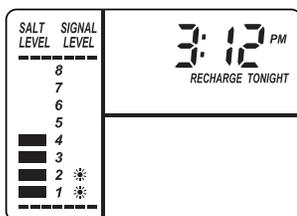

FIG. 24
2. La escala de nivel de sal, en el depósito de salmuera dentro del tanque, tiene los números 0 a 8 (vea la Fig. 24). Fíjese en el número más alto en el que esté nivelada la sal, o al que esté más próxima.
3. Presione el botón SET SALT LEVEL (Fijar el nivel de sal) tantas veces como sea necesario para que las barras de nivel de sal (vea la Fig. 24) coincidan con el número de la depósito de salmuera. En el nivel 2 o inferior, destellará el indicador de "Bajo nivel de sal" (Vea la página 12).